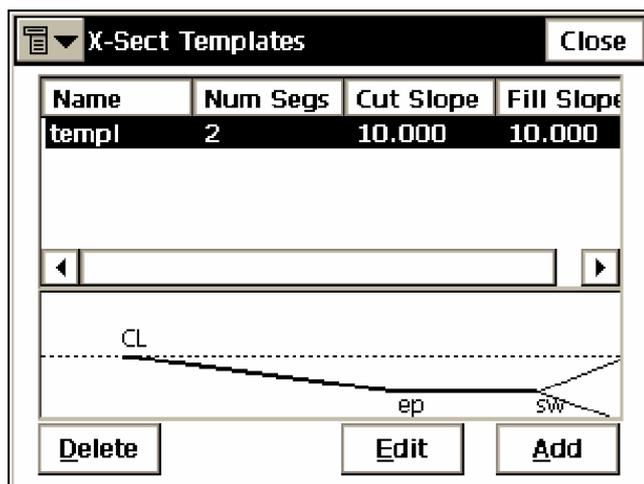

Рисунок 4-27. Шаблоны поперечников
1. Чтобы создать поперечный срез, в окне **X-Sect Templates** (Проекты поперечников) нажмите кнопку **Add** (Добавить) (рис. 4-27).